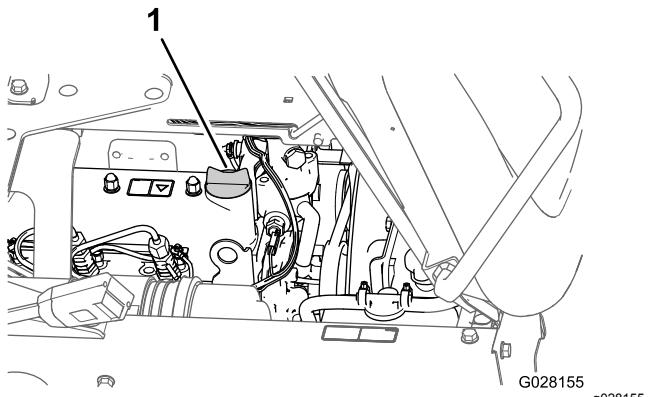

**Bild 70**
- Nehmen Sie den Peilstab heraus, der sich unter dem Fahrersitz befindet, und wischen Sie ihn mit einem sauberen Lappen ab (Bild 70).